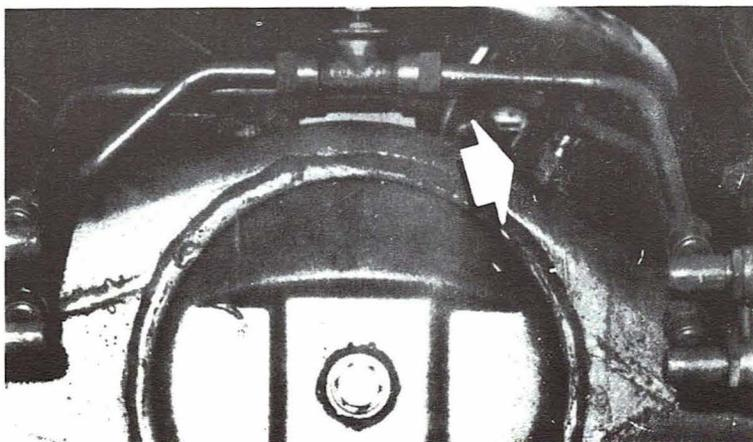

Fig 7.2 Respiradero del puente posterior
- f) Es muy importante comprobar el estado de limpieza del respiradero (fig. 7.2), situado en la parte superior del cuerpo del puente para asegurarse de que no está obstruido, operación que puede efectuarse al revisar el nivel de aceite del puente.